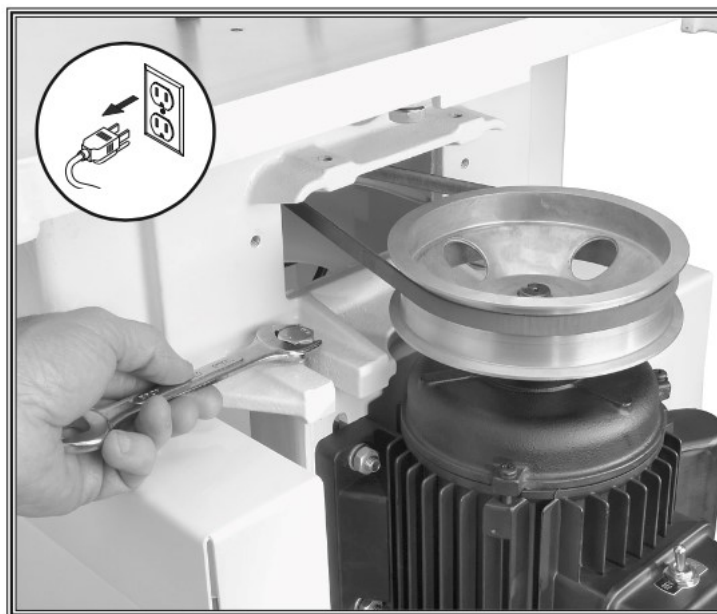

Рис. 30 Регулировка натяжения ремня
2. Открутите регулировочные болты, как показано на Рис. 30.